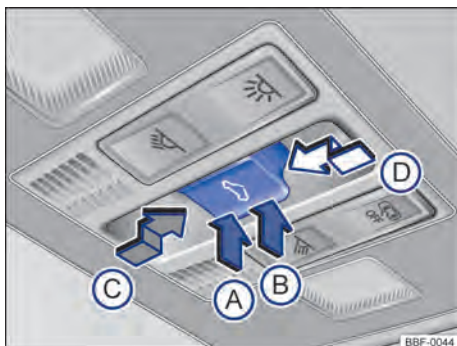

Fig. 60 En el revestimiento del techo: teclas para el techo solar y cortina de protección solar.
- **Levantar el techo solar:** presione la tecla → **fig. 60 (C)** hasta el primer nivel. Recorrido automático: presione la tecla **(B)** hasta el segundo nivel.
- Presione la tecla  hasta el segundo nivel → fig. 60 , hasta que el techo de vidrio esté completamente cerrado.